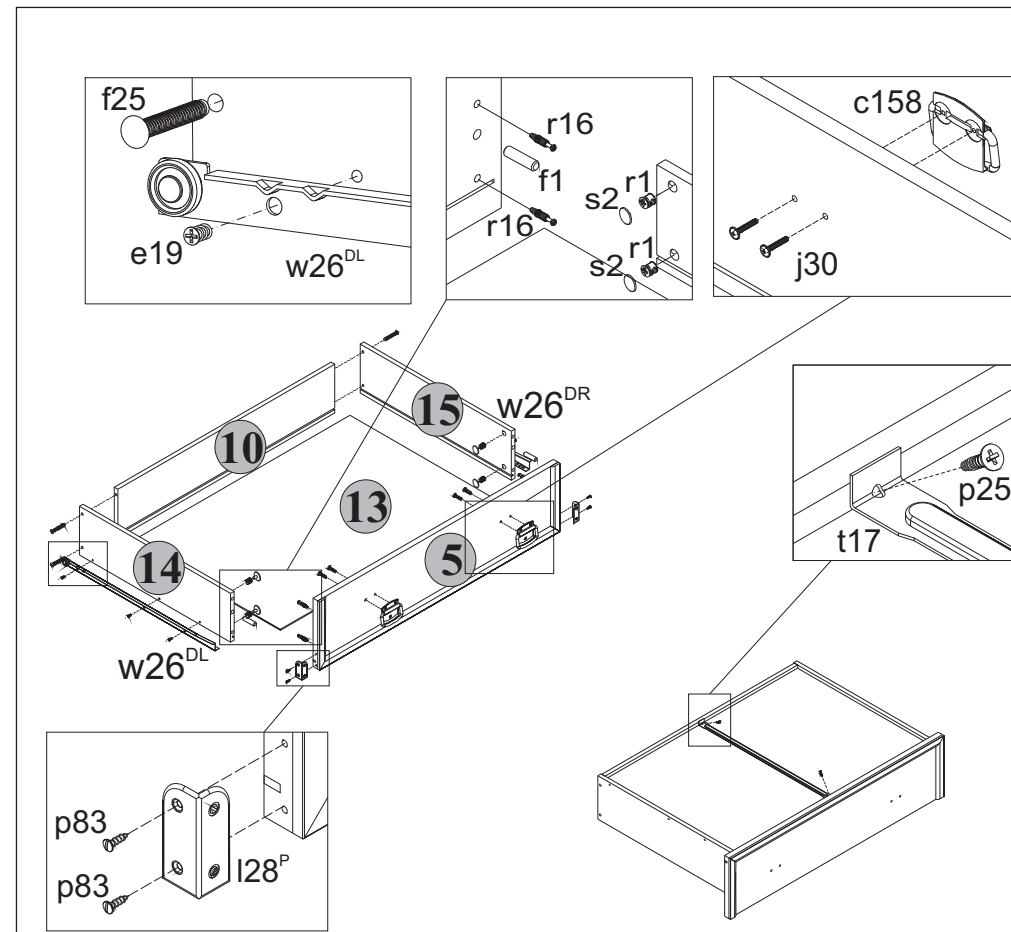

Рис. 1
5.20 К боковым кромкам панели передней 5 у нижних углов шурупами p83 закрепить накладки декоративные I28 и I28 , пользуясь плоской отверткой (см.рис. 1).
5.22 Перевернуть ящики выдвигные дном вверх и закрепить на боковых стенках 14 и 15 ящиков еврошурупами e19 направляющие w26^н и w26^{вр} (см.рис. 1).
5.23 Закрепить фиксаторы дна t17 шурупами p25 (см.рис. 1), пользуясь крестообразной отверткой.
5.15 В отверстия диаметром **8 мм** на передних кромках стенок боковых **14** и **15** корпусов выдвижных ящиков вбить деревянные шканты **f1** (см.рис.1).
5.16 В отверстия диаметром **15 мм** на внутренних поверхностях стенок боковых **14** и **15** корпусов выдвижных ящиков вставить стяжки эксцентриковые **r1** (см.рис.1).
5.17 В отверстия диаметром **5 мм** на внутренних поверхностях панелей передних **5** и **6** ящиков выдвижных с помощью крестообразной отвертки вкрутить винты стяжки **r16** (см.рис.1).